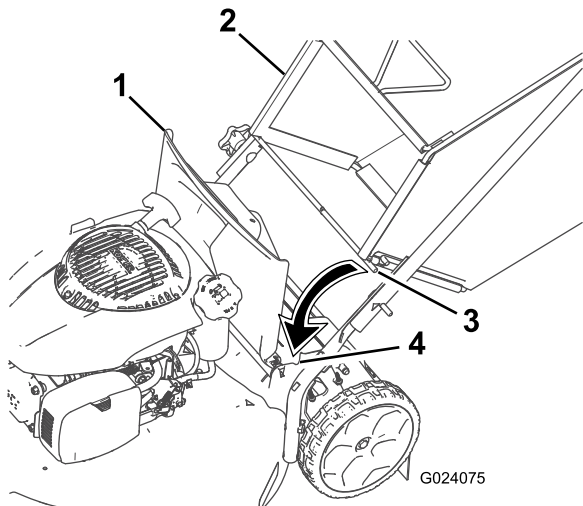

Figura 19
1. Levante el deflector trasero (Figura 19).
2. Introduzca los extremos de la varilla de la bolsa de recogida en las muescas de los soportes del manillar (Figura 19).